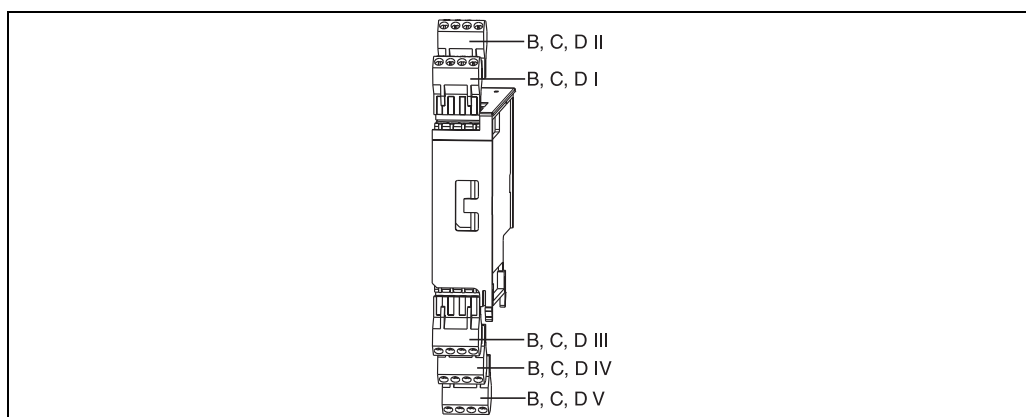

図 11： 端子付き拡張カード
- ❶: パルス信号
- ❷: PFM 信号
- ❸: 2 線式変換器 (4 ~ 20 mA)
- ❹: オプションの汎用拡張カード (スロット BI、→ 図11) などに接続する場合のアクティブセンサの接続
- ❹: オプションの汎用拡張カード (スロット B1、→ 図 11) などに接続する場合のパッシブセンサの接続
- ❶: 4 線式入力
- ❷: 3 線式入力
- ❸: オプションの温度拡張カード (スロット B1、→ 図 11) は 3 線式入力